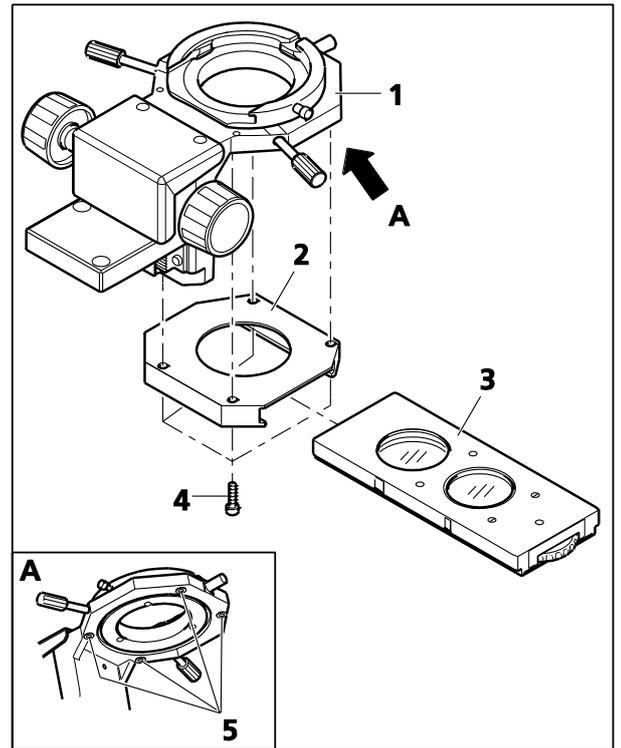

图 3-39 安装 SÉNARMONT 偏光镜
- 使用四颗螺钉 (图 3-39/4) 将安装架 (图 3-39/2) 拧到聚光镜托架 (图 3-39/1) 的下侧。
- 将 Sénarmont 偏光镜 (图 3-39/3) 滑入安装架的导轨中。